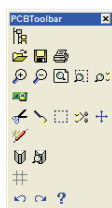

图 7-5 “PCBToolbar”工具栏
(2) 执行“Main Toolbar”命令，打开如图 7-5 所示的“PCBToolbar”工具栏。设置编辑界面中的基本操作。